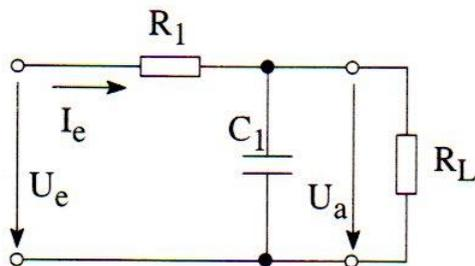

Abb. 5: RC- Schaltung belastet
2.2.1 Entwickeln Sie ein maßstäbliches Zeigerbild aller Spannungen und Ströme für die Schaltung Abbildung 5, wenn die Frequenz der Eingangsspannung $f = 1 \text{ kHz}$ und die Ausgangsspannung $U_a = 4,56 \text{ V}$ beträgt. Ermitteln Sie aus dem Zeigerbild den Phasenwinkel $\varphi_2 = \sphericalangle(U_a, U_e)$ und die Eingangsspannung U_e . **12 Punkte**